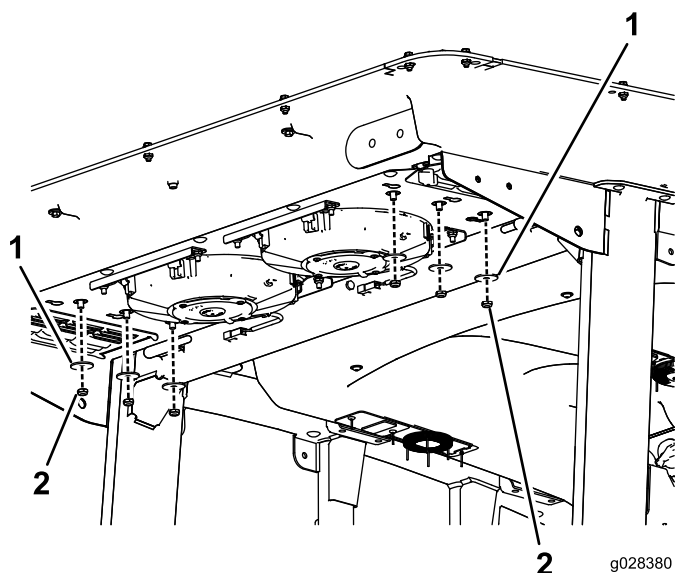

Figure 94
2. Retirez les 6 écrous et rondelles au bas de l'arrière de la cabine (Figure 94).